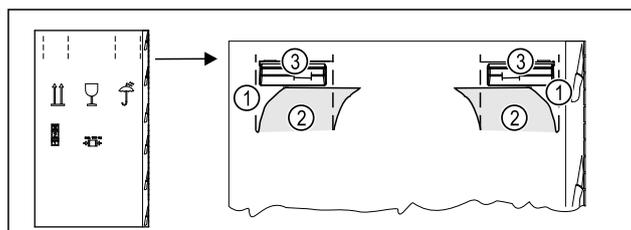

Fig. 4
- ▶ 按下包装箱顶部的易撕条 Fig. 4 (1)。
- ▶ 拉出已压入的箱体挡板 Fig. 4 (2)。
- ▶ 可看见左右提手 Fig. 4 (3)。
- ▶ 抓住冰箱的提手 Fig. 4 (3)。